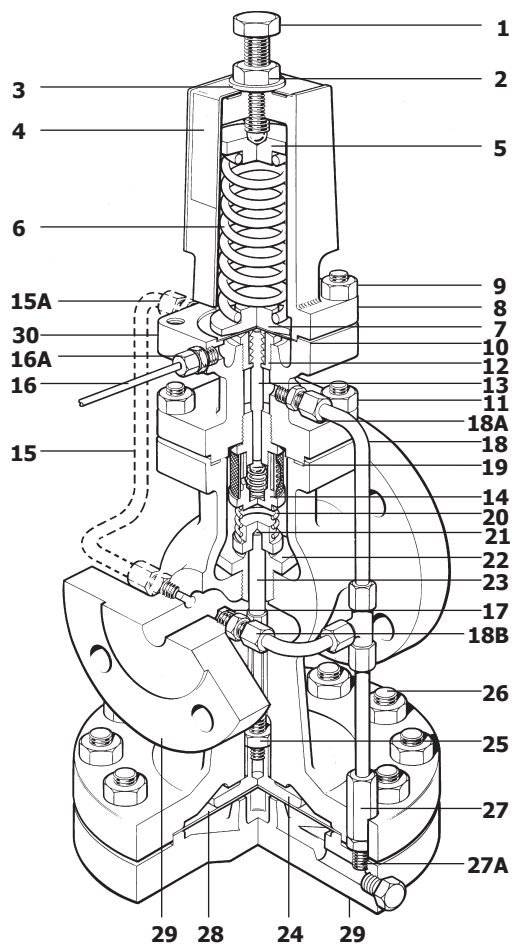

Рис. 8
Снять внутреннюю балансировочную трубку **15** и выкрутить обжимные фитинги из корпуса и пилотной камеры. Вместо обжимного фитинга **K1** (рис. 13) в отверстие в корпусе клапана с резьбой 1/8" BSP вкрутите пробку, которая находится в мешочке, прикреплённом к корпусу клапана. В другое отверстие с резьбой 1/8" BSP в камере пилотного клапана вкрутите другой новый обжимной фитинг для соединения данного места с верхней частью паропровода (рис. 8). Место соединения с паропроводом должно находиться на расстоянии 0.9 м или на 15 DN трубопровода (какое расстояние будет больше) от ближайшей арматуры. Балансировочная трубка должна иметь уклон в сторону движения пара, что обеспечит ее дренаж. На трубке может быть установлен запорный клапан. Если диаметр основного трубопровода не позволяет обеспечить наклон трубки ее можно присоединить к трубопроводу сбоку.
2. Открутите гайку (27).
3. Отдайте гайки M12, снимите болты (26) и нижнюю крышку диафрагменной камеры (29). Удалите две диафрагмы из нержавеющей стали (28) толкатель (24) в сборе.
5. Установите на место толкатель (24) и наживите нижнюю крышку диафрагменной камеры на два болта, как показано на рис. 8.